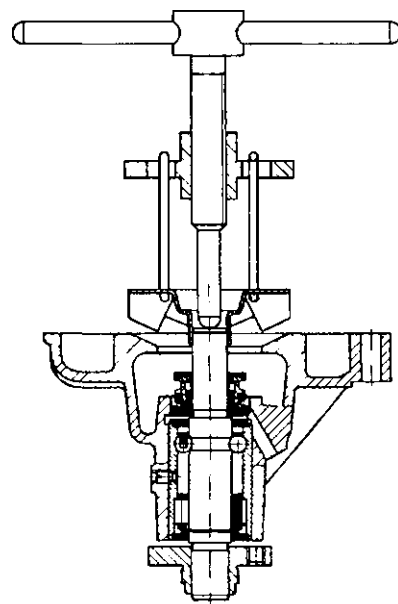

Рис. 4.50. Снятие крыльчатки насоса системы охлаждения
- с помощью съемника снять крыльчатку (рис. 4.50);